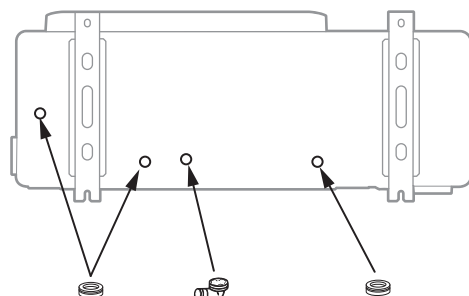

fig. 18 - Instalación de la unidad exterior, evacuación de condensados
- Se puede evacuar agua del aparato, aunque esté en funcionamiento. No instale el aparato en una terraza, sino preferiblemente en un lugar drenado (lecho de grava o arena). Si la instalación se realiza en una región donde la temperatura pueda ser inferior a 0 °C durante un largo periodo de tiempo, asegúrese que la presencia de hielo no representa ningún peligro. También se puede conectar un tubo de evacuación en la bandeja de condensados (opcional) (ver *fig. 18*).
La unidad exterior debe tener una sobreelevación de al menos 50 mm en relación con el suelo. En las regiones donde nieva, esta altura debe aumentarse, pero no debe superar 1,5 m (*fig. 18*).
(ver *fig. 18*).